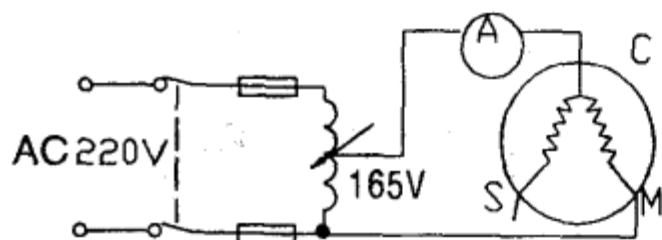

图1
热保护器在电路中的作用是:当压缩机过载时,其过载电流很大,过载电流流经热保护器里的热阻丝,使热阻丝发热,引起碟形双金属片弯曲上翘,断开接触点,切断电流,起到了保护压缩机的作用。挑选热保护器使之与压缩机匹配,就是要使热保护器的断开电流略小于压缩机的保护电流。测量压缩机的保护电流方法是(见图1所示):将压缩机运转绕组接在165V电源上(启动绕组不通电,压缩机在热态下),这时A表指示的电流即为压缩机的保护电流。
1.测压缩机的保护电流(见图1所示)。